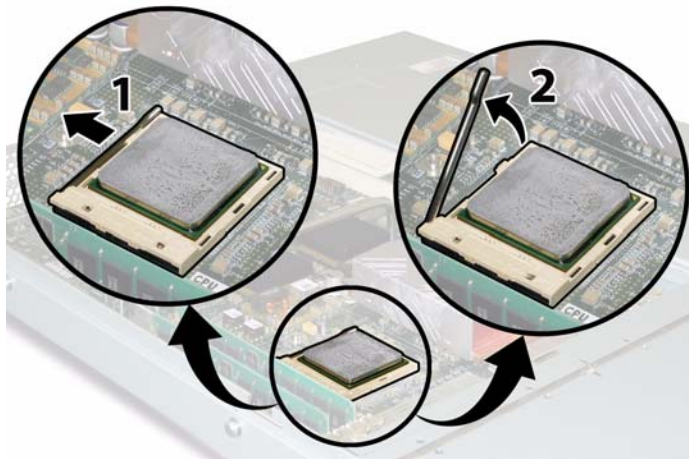

図 3-46 CPU ソケットレバーの解除
- c. ソケットレバーをゆっくりとソケットから引き抜きます。図 3-46 を参照してください。